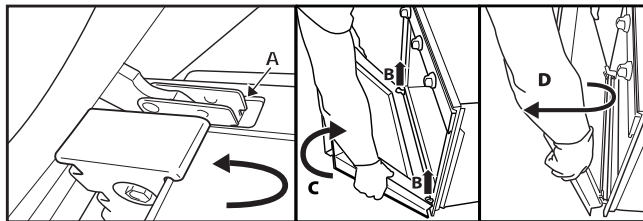

Fig. 2
3. Refermez pratiquement complètement la porte (A), soulevez-la (B) et faites-la pivoter (C) jusqu'à ce qu'elle se décroche (D) (Fig. 2).